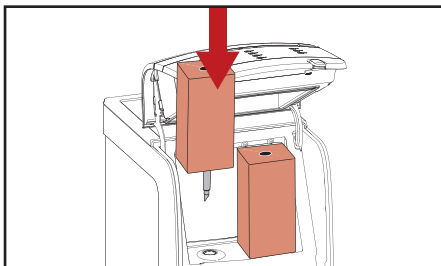

Fig. 4.1 - Plaats product pak
4. Plaats het product pak (fig. 4.1).